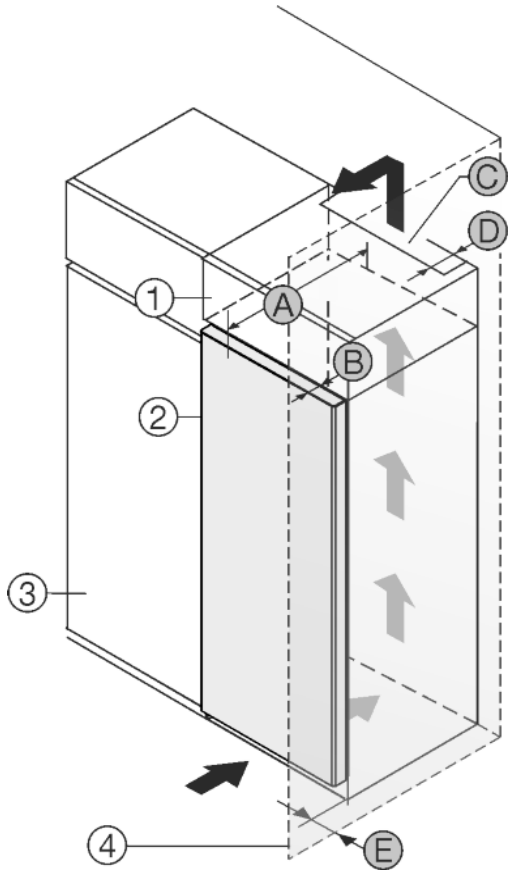

Fig. 28
Устройство может быть окружено кухонными шкафами. Чтобы уравнивать устройство Fig. 28 (2) по высоте с кухонной стенкой, можно установить над устройством дополнительный шкафчик Fig. 28 (1).
Установить устройство можно непосредственно рядом с кухонным шкафом Fig. 28 (3). Чтобы можно было полностью открыть двери, устройство должно выступать на глубину Fig. 28 (B) относительно передней стенки кухонного шкафа. В зависимости от глубины кухонных шкафов и использования пристенных распорок устройство может выступать и больше.
- На задней стенке дополнительного шкафчика должен быть вентиляционный канал с глубиной Fig. 28 (D) по всей ширине этого шкафа.
- Нужно соблюдать вентиляционное отверстие Fig. 28 (C) под нижней панелью.
Если устройство установлено на шарнирах у стены Fig. 28 (4), то нужно соблюдать расстояние Fig. 28 (E) между устройством и стеной.